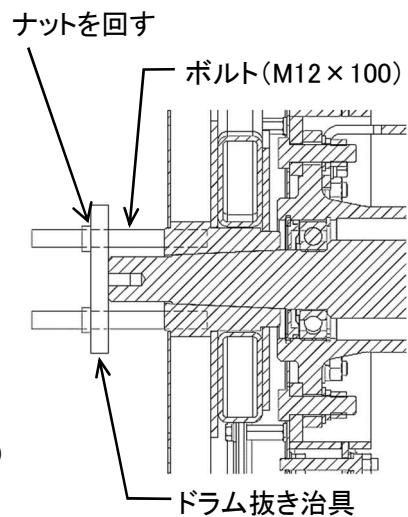
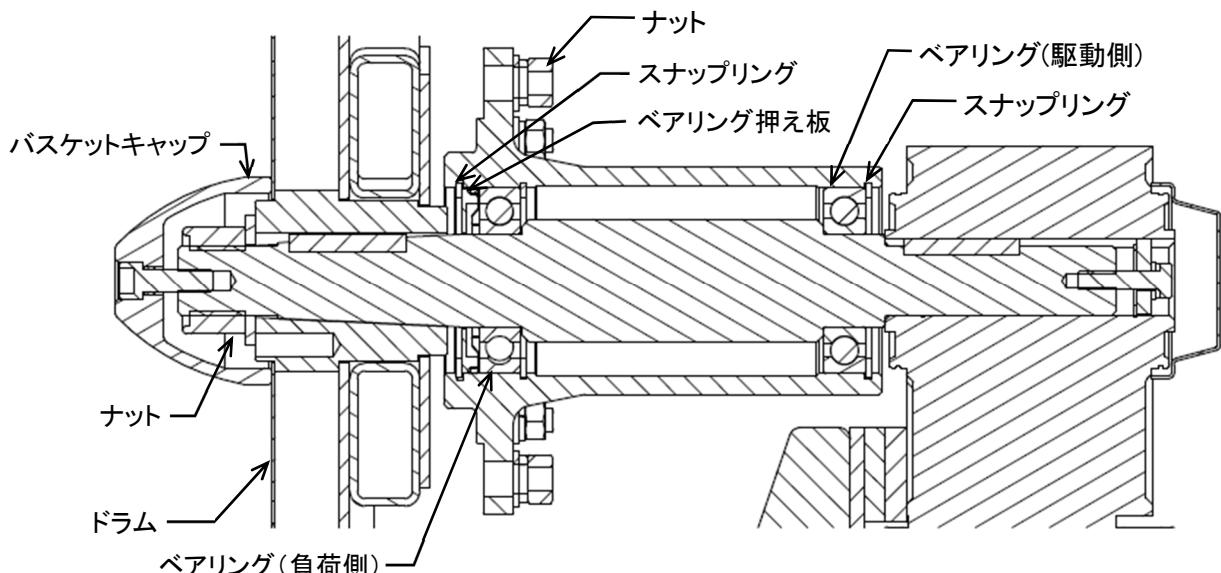

図 9-7
図 9-8
### 9.3.7 ベアリングケース (図 9-7,図 9-8)
- ・ 右図を参考にドラム抜き治具を取り付けた後にナットを締め込んでドラムを主軸から外してください。(図 9-7)
- ・ ベアリングケースを固定しているナットを取り外し、後方へ抜いてください。(図 9-8)